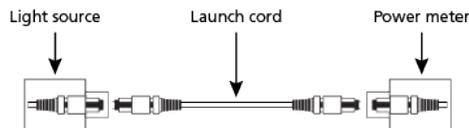

Abbildung 5. Referenztest
1. Setzen Sie eine Referenz zwischen der Lichtquelle und dem Leistungsmessgerät mit dem Vorlaufkabel (siehe Abbildung 5).